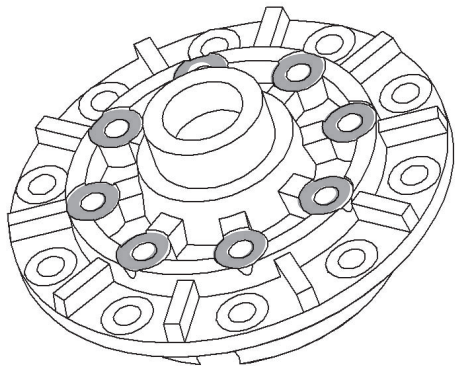

Рис. 2
1. Открутите восемь болтов (на **Рис. 2** выделены серым), скрепляющих две половинки и разъедините корпус.